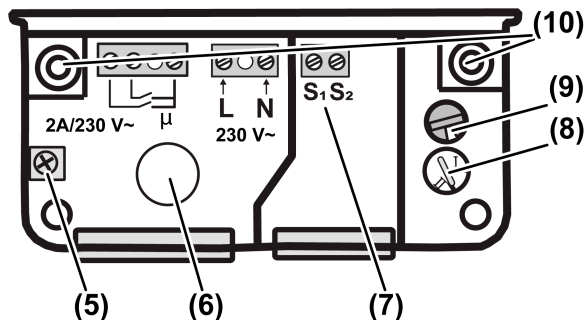

Figure 3: Zone de raccordement du boîtier de contrôle
- Retirer le couvercle du boîtier de contrôle en desserrant les deux vis (3).
- En cas de passage de câbles sur la face arrière, faire passer le joint en caoutchouc (6) à travers et insérer le câble (voir figure 3).
- Régler l'interrupteur rotatif (8) en position II, réglage d'usine (voir figure 3).